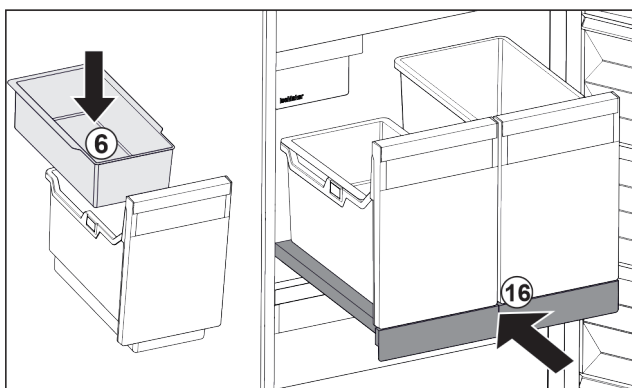

Fig. 145
- Vsaďte závěsnou misku Fig. 145 (6) pro kostky ledu.
- Zasuňte vysouvací přihrádku s nádobou (IceTower). Fig. 145 (16)